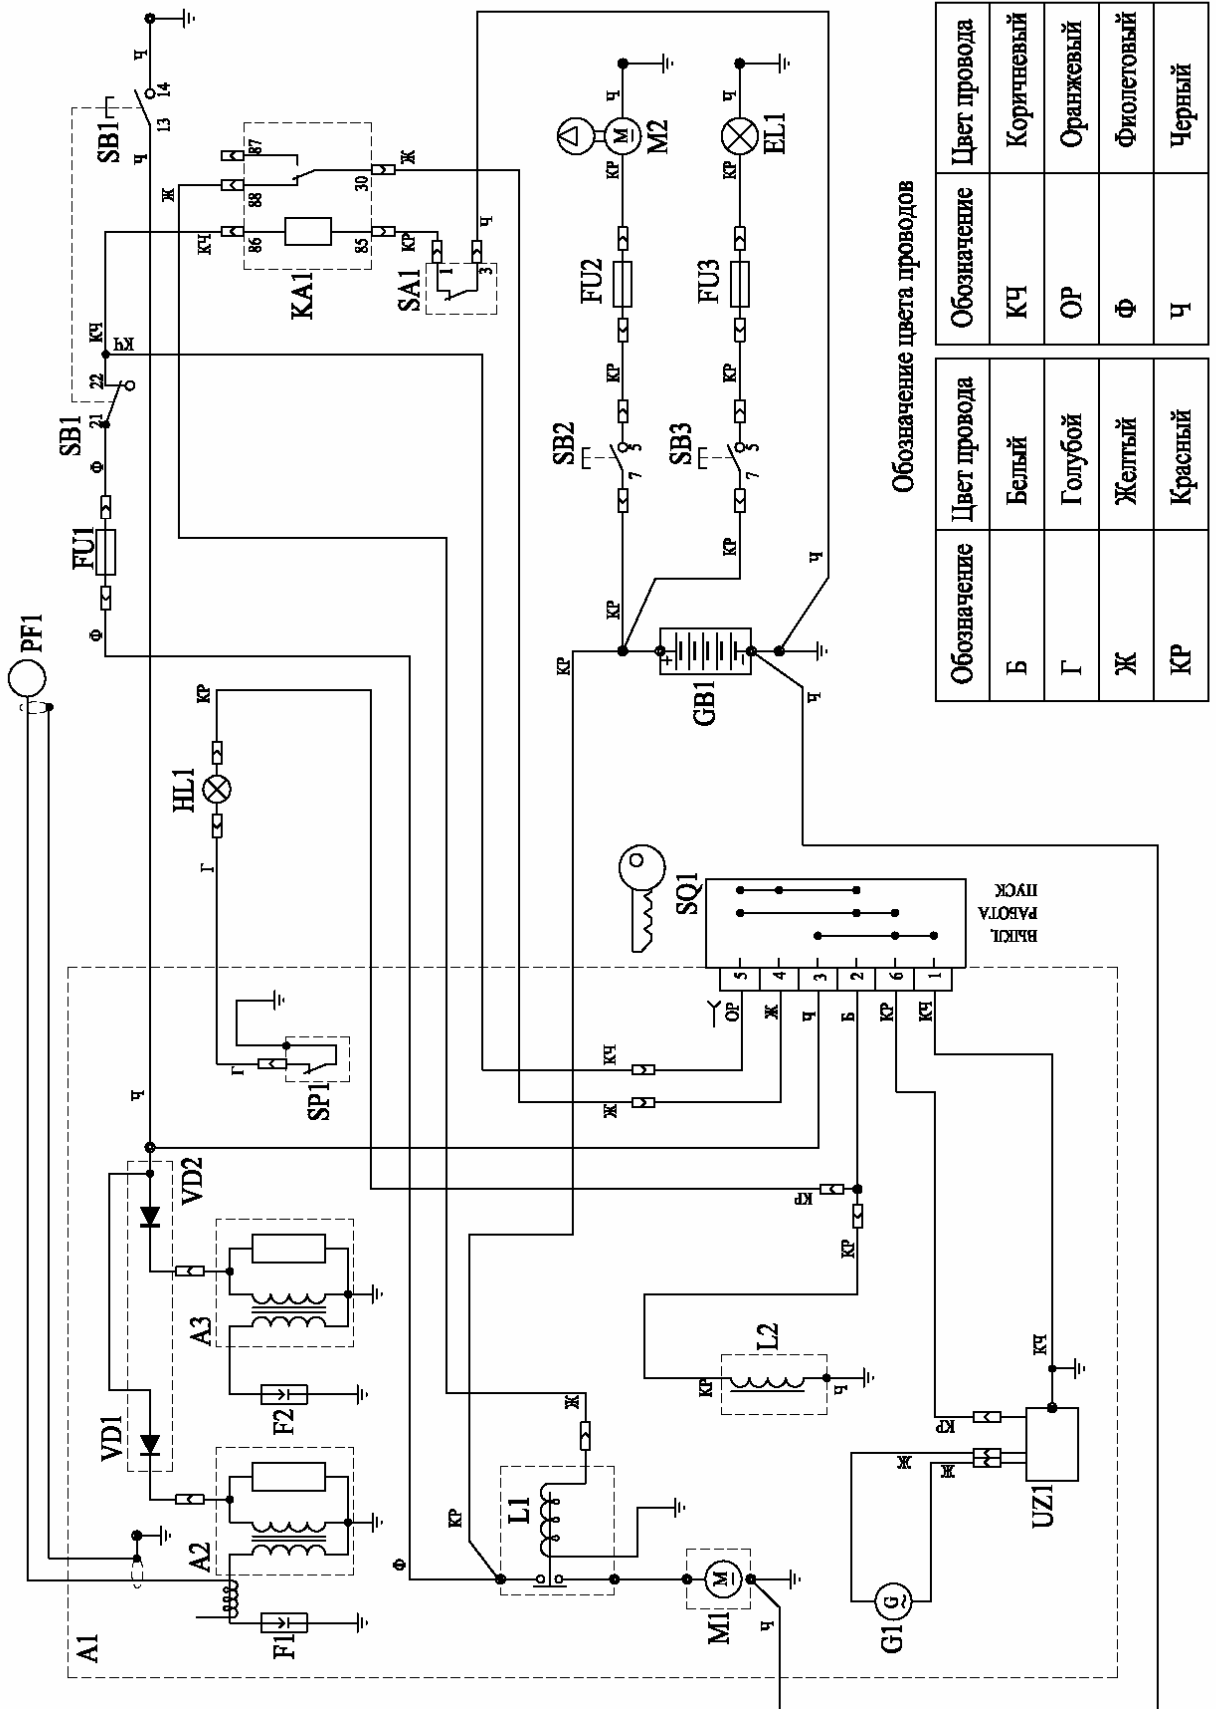

Рисунок 4 Схема электрооборудования.
- Двигатель поз. 16 установлен на основной раме через мотораму поз. 17 с планками. Продольные пазы в мотораме и поперечные пазы в планках позволяют регулировать параллельность ручьев шкивов клиноременной передачи поз. 28 и положение двигателя при натяжении ремней. Запуск двигателя производится электрическим стартером, питание которого осуществляется от аккумуляторной батареи поз. 41. Для зарядки аккумуляторной батареи двигатель имеет генератор. Схема электрооборудования приведена на рис. 4.
### 5.3 Перечень элементов электрооборудования (схема см. рис. 4)